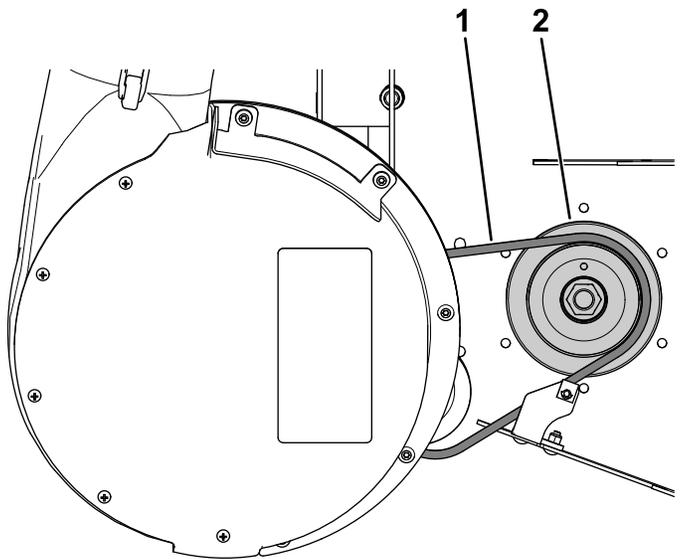

Figure 47
- Tirez la poulie de tension rappelée par ressort vers l'arrière et chaussez la courroie du ventilateur sur la poulie d'entraînement (Figure 47).